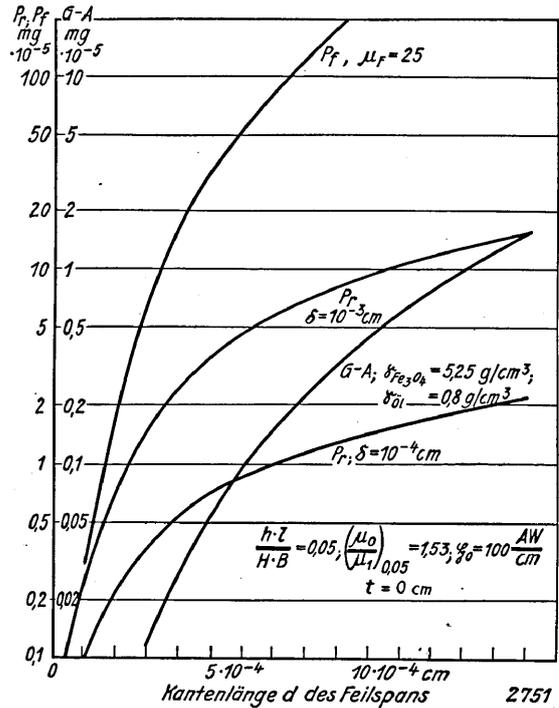

Abb. 8. Richtkraft in Abhängigkeit von dem Verhältnis Tiefenlage zu Werkstoffdicke.
d) **Einfluß der Tiefenlage.** Liegt der Fehler unter der Oberfläche des Werkstückes, so wird bei gleicher relativer Querschnittschwächung das für die Richtkraft maßgebende Luftstrefelfeld mit zunehmender Tiefenlage rasch verringert. Die Induktion ist nicht gleichmäßig über den Querschnitt zwischen Fehler und Oberfläche verteilt, sondern fällt wegen der verschiedenen Länge der Kraftlinienwege nach dem Rande zu ab (vgl. Abb. 2). Abb. 8 zeigt, wie infolgedessen die Richtkraft von dem Verhältnis Tiefenlage des Fehlers zu Werkstückdicke abhängig ist.
Schöl z. Abb. 8